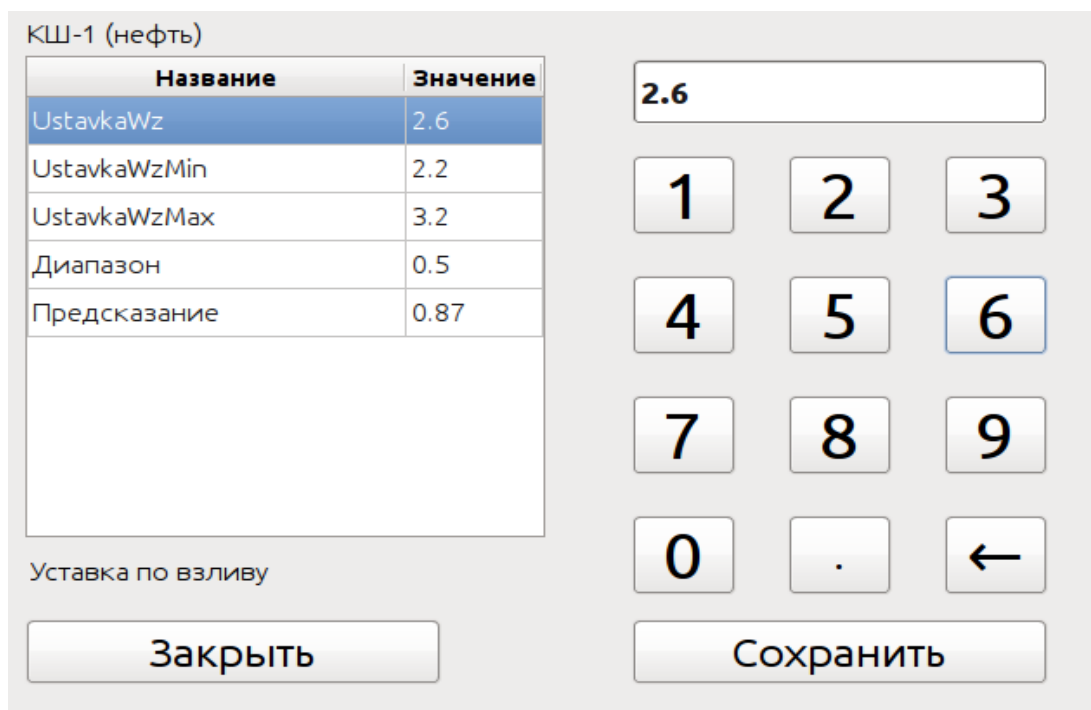

Рис.5
**3.3. Изменение уставок.** Для изменения уставок нажать клавишу на изображении клапана на мониторе. Откроется окно управления клапаном (Рис. 4а) или (рис.4б). Нажать клавишу «уставки». В появившейся таблице уставок (рис.5) для данного клапана нажать клавишу уставки, которую необходимо изменить. Ввести с клавиатуры новое значение для выбранной уставки и нажать клавишу «сохранить» В появившемся окне (рис.4) или (рис.5) нажать на клавишу «закреть». В восстановившемся окне главного графического интерфейса данный клапан будет работать с новыми уставками.